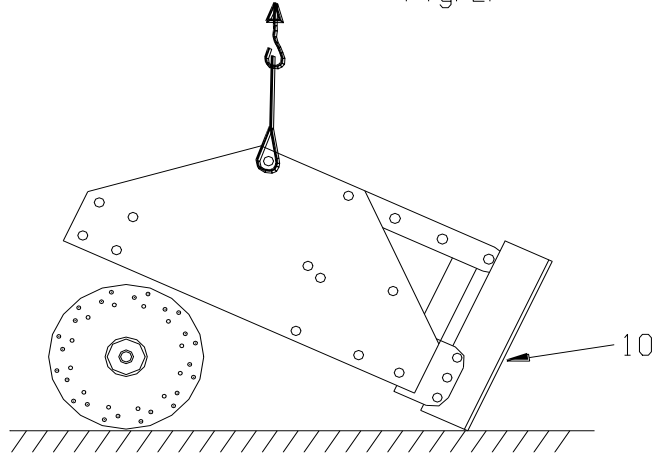

Fig. 3.
6. Til de machine nogmaals langzaam op, zie fig. 3, tot de rotor weggerold kan worden.